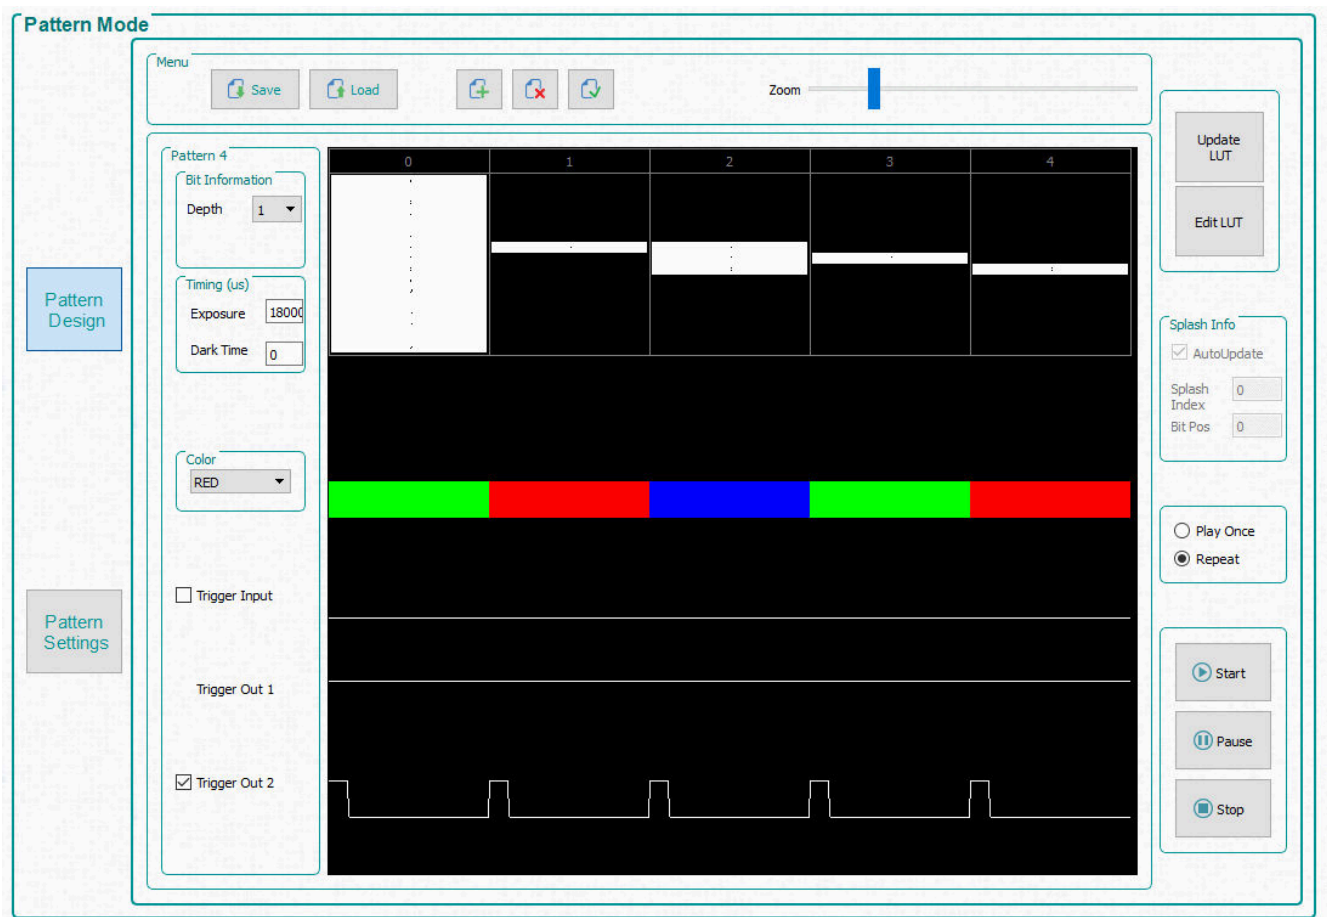

図 7-15. DMD ブロックのパターンのロード・シーケンス
4. パターンのデザインは、図 7-15 のようになります。